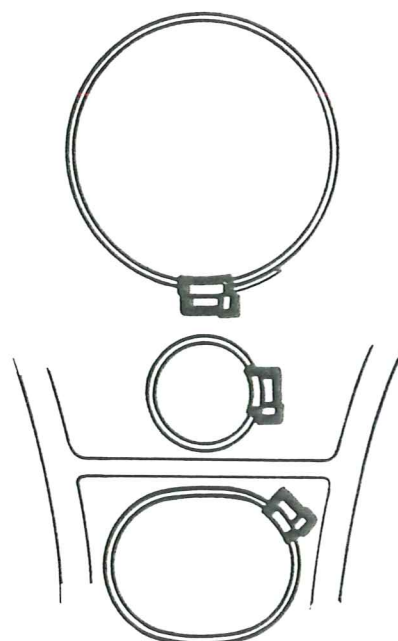

Fig. 48
6. Häng på slangklammorna (22, 50 fig 56) för avgas- och kylvattenslangarna. Anslut slangarna och drag åt slangklammorna. Åtdragningsskruven för kylvattenslangen skall placeras på sidan av slangens. Beträffande avgaslangens slangklamman vridas som fig. 48 visar. Det är av stor betydelse att klammorna får en rätt montering då de annars kan skada intilliggande slangar samt hindra drevets rörelser.